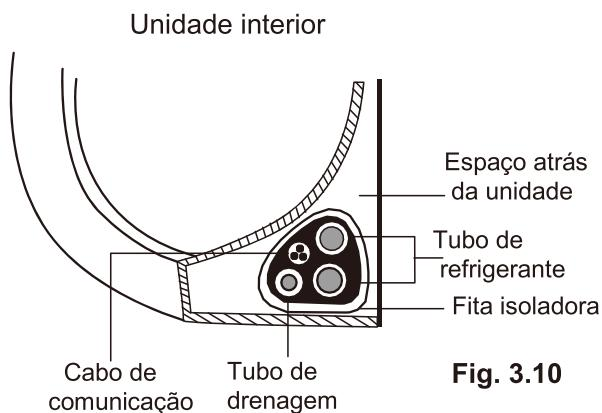

Fig. 3.10
1. Una o tubo de drenagem, o tubo de refrigerante e o cabo de comunicação de acordo com a **Fig 3.10**.
3. Com fita adesiva, envolva bem o cabo de comunicação, os tubos de refrigerante e a mangueira de drenagem. Comprove duas vezes se todos os elementos ficaram bem unidos como demonstra a **Fig. 3.10**.